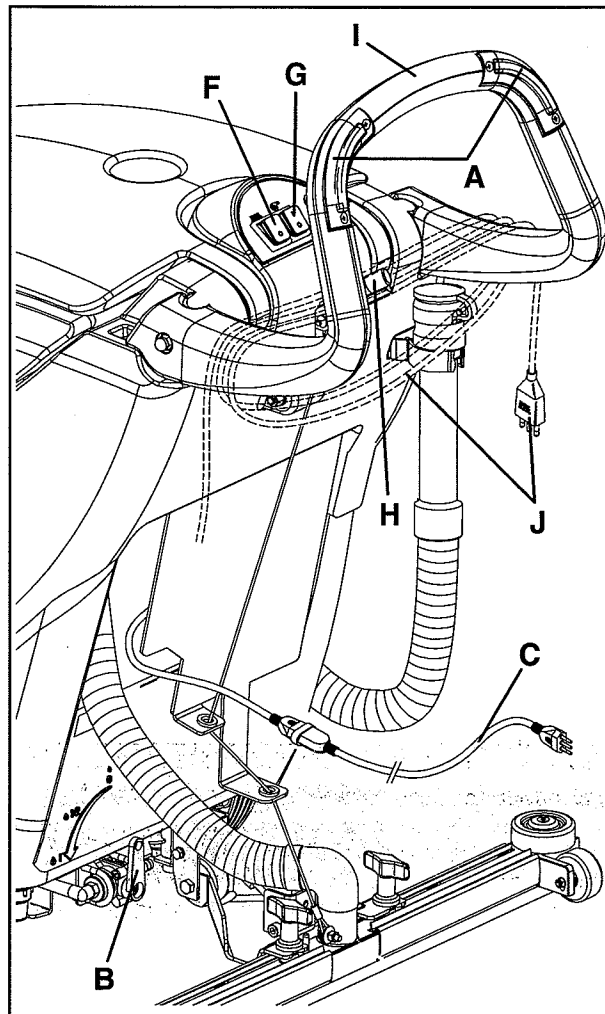

Figure 10
2. Tout en gardant les mains sur le guidon (I, Fig. 10), déplacer la machine et commencer le travail de lavage/séchage du sol.
- lorsque la machine est au repos, arrêter la rotation de la brosse/disque au moyen du bouton-poussoir (A, Fig. 10).
Avant de soulever la brosse/disque, en arrêter la rotation au moyen du bouton-poussoir (A, Fig. 10).
3. Si besoin est, modifier la quantité de solution distribuée à la brosse/disque, à l'aide du levier (B, Fig. 10).
1. Positionner les interrupteurs de rotation brosse et d'aspiration (F et G, Fig. 10) sur "0".
2. Débrancher la fiche du câble d'alimentation (C, Fig. 10) du réseau électrique. Enrouler le câble d'alimentation autour du guidon en position (J).
3. Soulever l'embouchure en tournant le levier (H, Fig. 10) vers le haut, jusqu'à fin de course.